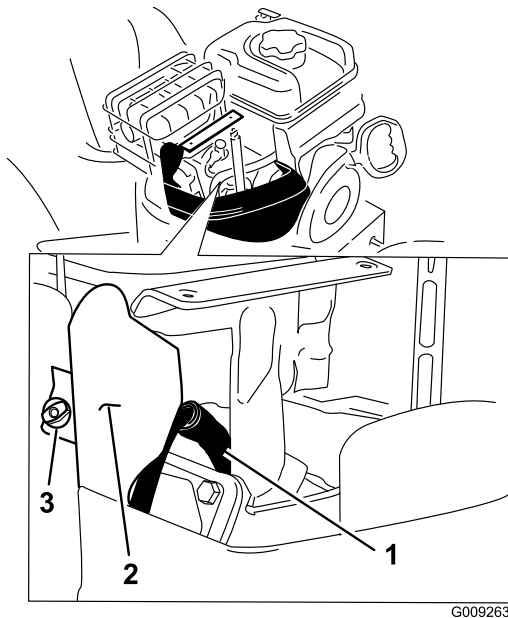

Figure 44
4. Enlevez la vis à oreilles du support et le support (Figure 44).
5. Nettoyez la surface autour de la base de la bougie (Figure 44).